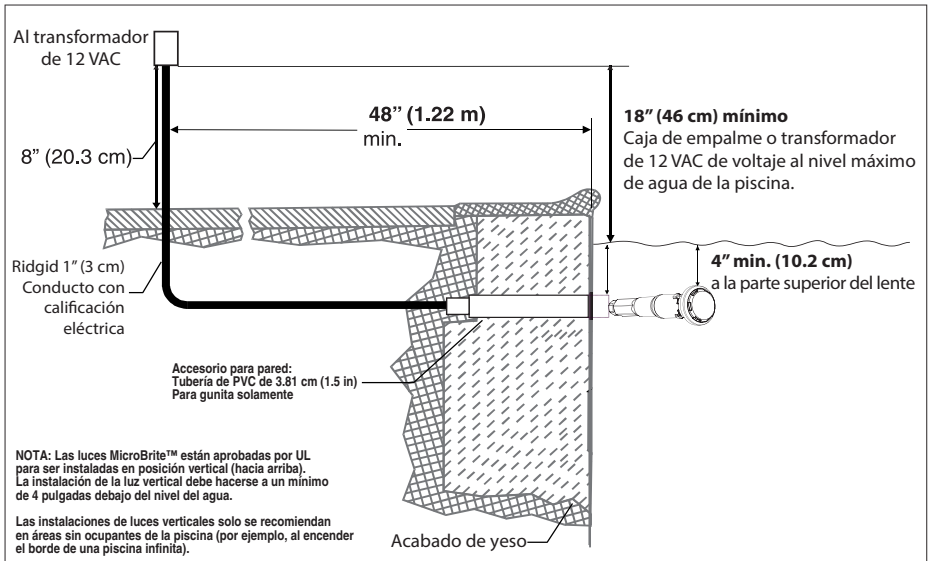
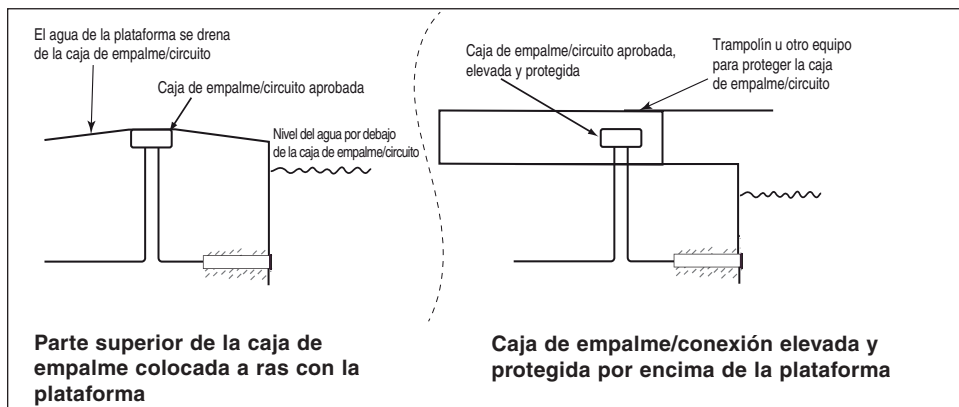

Figura 1.
Figura 2, Canadá.
**ANTES DE COMENZAR: la información siguiente describe las tareas que debe realizar el electricista antes de instalar la conexión de pared de la luz. Vea la figura 1.**
- La caja de empalme y el transformador de bajo voltaje deben estar ubicados al menos 4 (cuatro) pulgadas (10.16 cm) por encima del nivel del suelo u ocho (8) pulgadas (20.3 cm) por encima del nivel máximo de agua de la fuente, el que sea más alto. La caja de empalme debe estar a una distancia de al menos 48 pulgadas (1.22 m) del borde de la piscina. Vea la figura 2.
- La caja de empalme/conexión debe estar sellada para evitar la entrada del agua, consulte la Figura 2 debajo.
Consulte la Figura 1 en la página 4, para la instalación de la caja de empalme en los Estados Unidos, vea la Figura 2 en la página 5 para la instalación de la caja de empalme en Canadá.
- La caja de empalme y el transformador de bajo voltaje deben estar ubicados al menos 4 (cuatro) pulgadas (10.16 cm) por encima del nivel del suelo u ocho (8) pulgadas (20.3 cm) por encima del nivel máximo de agua de la fuente, el que sea más alto. La caja de empalme debe estar a una distancia de al menos 48 pulgadas (123 cm) del borde la piscina. Vea la figura 1 en la página 4.
- La conexión de pared de la luz MicroBrite debe instalarse adecuadamente para que el borde superior del lente de la luz MicroBrite esté al menos a 4 pulgadas (10.16 cm) por debajo (no más de 48 pulgadas (123 cm) por debajo en Canadá) de la superficie del agua en la piscina o spa. Vea la figura 2 en la página 5.